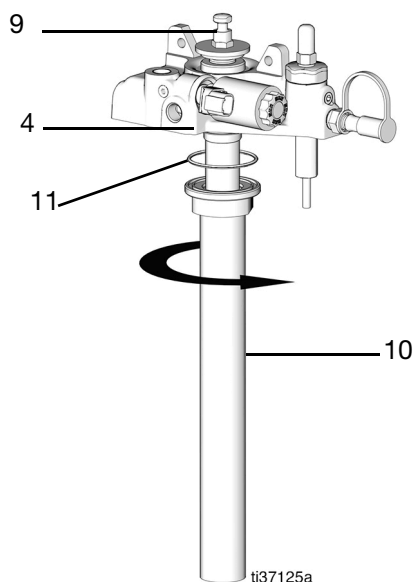
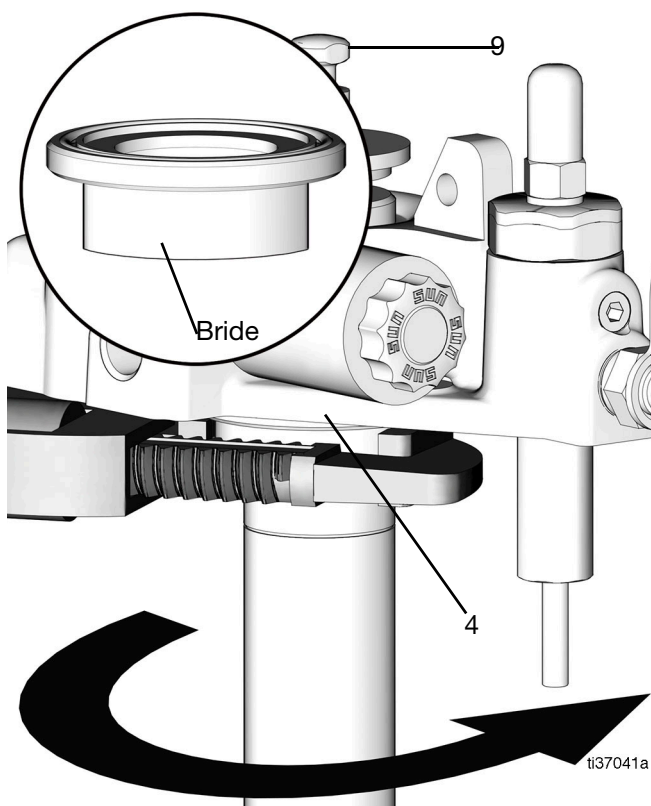

FIG. 65
FIG. 66
25. Remplacez le joint torique (11) et graissez légèrement (FIG. 65).
26. Faites glisser le tube dans le tube (10) par-dessus l'ensemble et vers le haut vers le boîtier de pompe. Serrez la bride (couple 54,2 N•m) (FIG. 65 et FIG. 66).